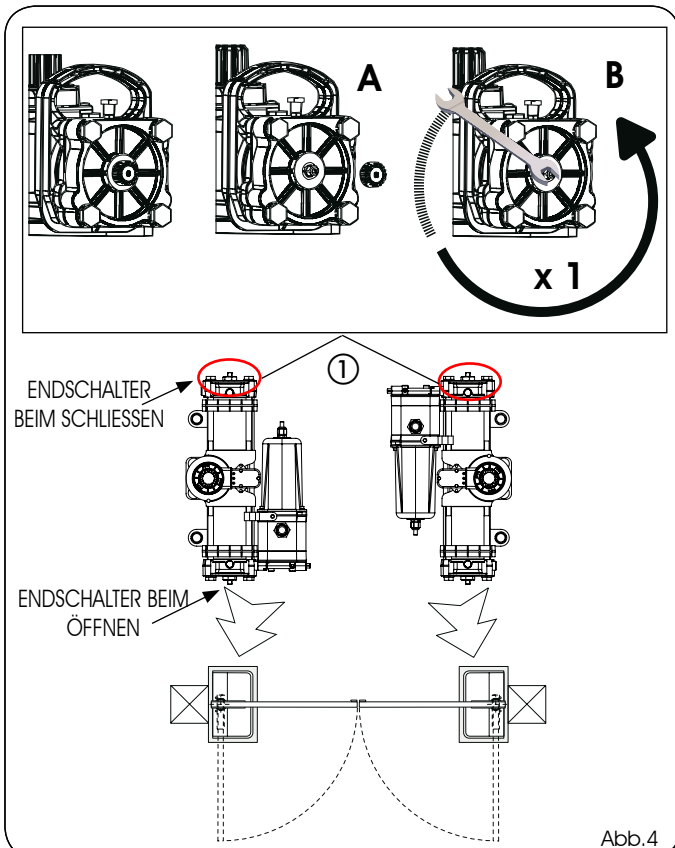

Abb.4
- 3) Die Abdeckung (Abb. 4, Bez. A) der Endanschlagschraube beim Schließen (Abb. 4, Bez. ①) am Antrieb abschrauben und überprüfen, ob die Schraube komplett zuge dreht ist.
4) Die Endanschlagschraube (Abb. 4, Bez. B) beim Schließen um eine Drehung lösen (WICHTIG FÜR DIE KORREKTE KUPPLUNG RITZEL-NUTBUCHSE BEI DER MONTAGE).